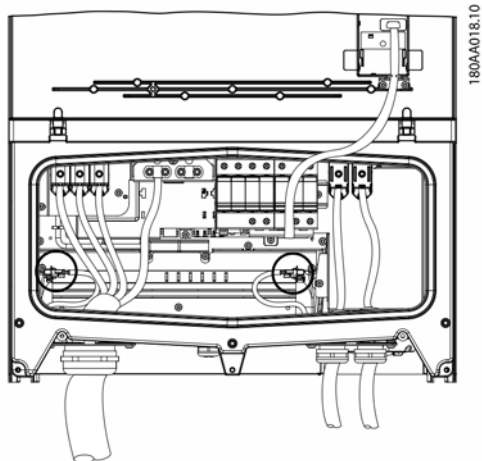
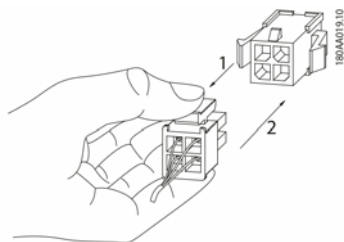

Рисунок 1.1
Рисунок 1.2
3. Отсоедините два черных кабеля, подающих питание на вентиляторы: 1 снаружи справа и 1 снаружи слева. На рис. 1.1 показано положение кабелей, а (1) на рис. 1.2 показано отсоединение штекерного соединения черного кабеля.
3. Защелкните 2 штекера для 2 кабелей. См. рис. 1.1 и (2) на рис. 1.2.